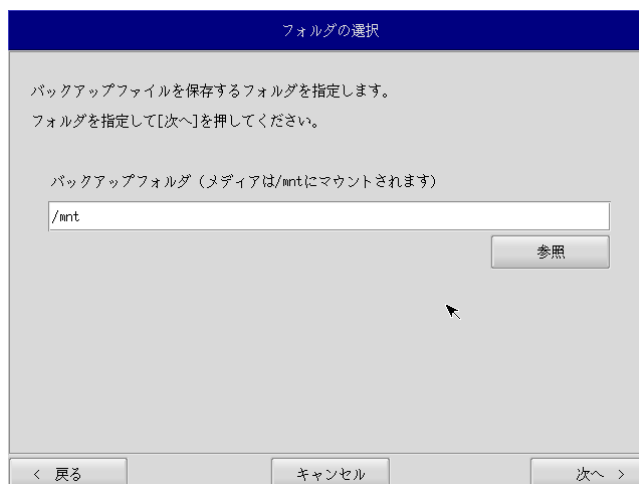

図 6-3-2. フォルダ選択画面
- ⑥ フォルダ選択画面（図 6-3-2）が表示されます。[参照]ボタンを押します。
- ⑧ フォルダ選択画面（図 6-3-2）で指定したバックアップフォルダが入力されていることを確認します。[次へ]ボタンを押します。